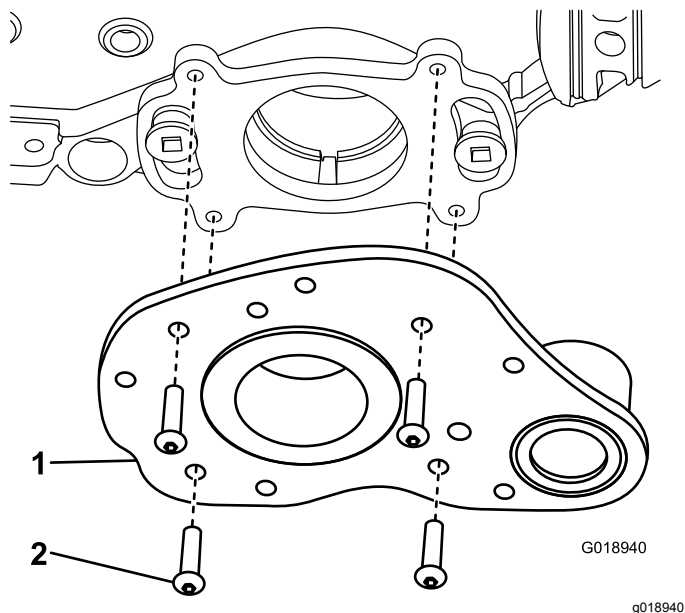

Figura 31
7. Retire los 4 tornillos que sujetan el conjunto de transmisión del groomer a la chapa de montaje trasera (Figura 31).